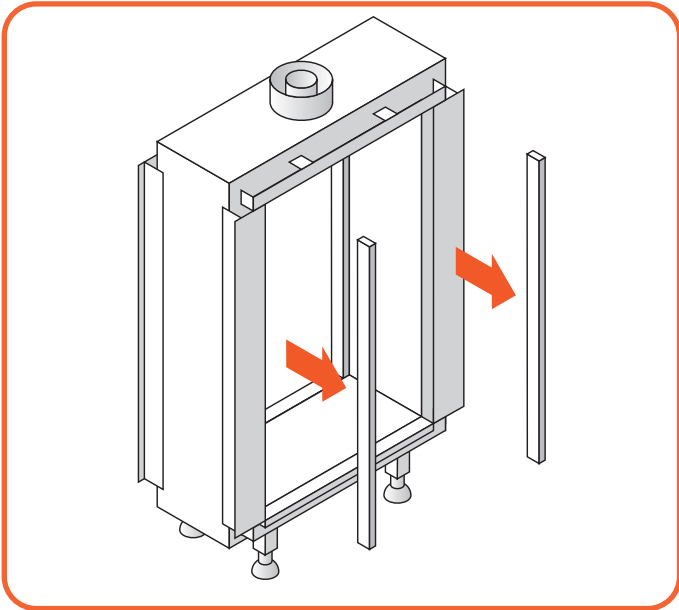

Abb. 9.4 Abneme die Seitenverkleidung
- Entfernen Sie beide Seitenverkleidungen. Sie werden durch magnetische Clips gehalten (Abbildung 9.4).